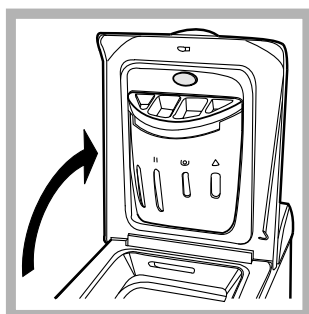

Fig. 1
**A) Ouvrez le couvercle. (Fig. 1).** Soulevez le Couvercle externe et ouvrez le complètement;